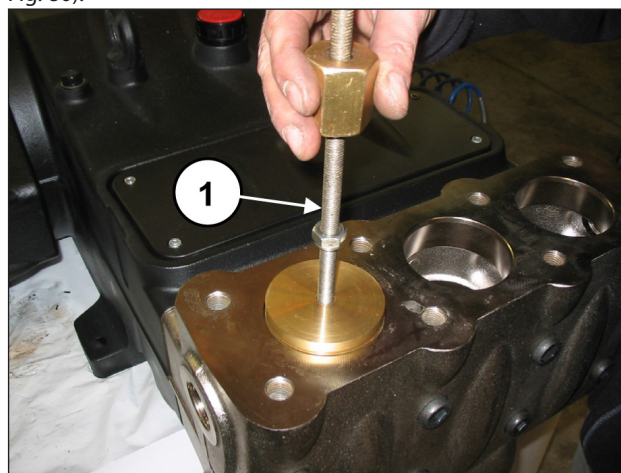

Fig. 80
Extraer el tapón de la válvula introduciendo un extractor de percusión en el orificio M10 del tapón de la válvula (pos. ①, Fig. 80).